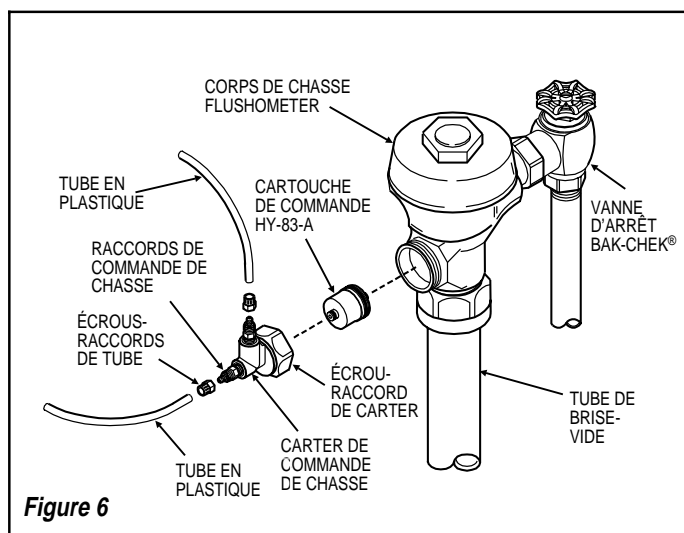

Figure 6
Étape 6 — Raccordement des tubes à la commande — Figure 6 (applications à bouton-poussoir hydraulique uniquement)